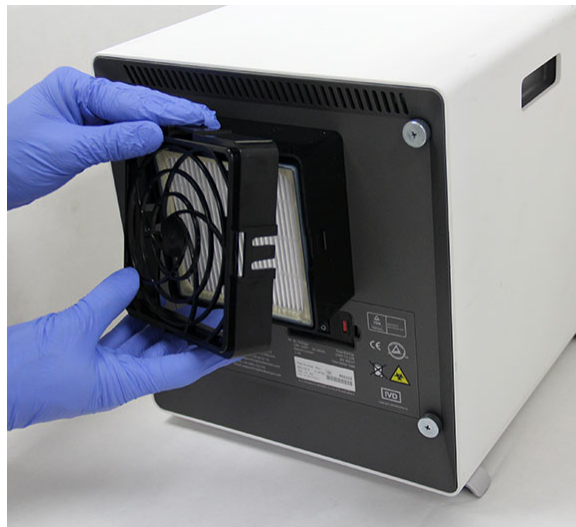

Figura 9-27. Retirada del retén del filtro HE
6. Retire el retén del filtro HE soltando los prendedores de los lados y de las partes superior e inferior. El retén del filtro está colocado muy ajustado y su retirada puede requerir cierto esfuerzo. Consulte la figura 9-27.